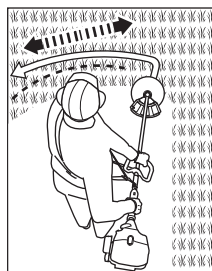

Fig. 14b
- > Passez l'appareil en mouvements lents et réguliers, en décrivant un arc de cercle de gauche à droite, et ramenez l'appareil à sa position de départ avant de passer à la zone suivante (fig. 14b).